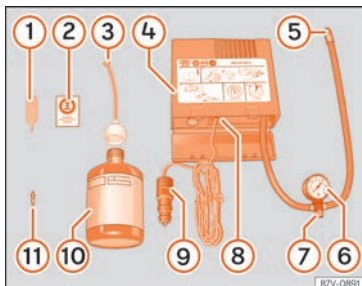

Fig. 84 Representación estándar: contenido del kit antipinchazos.
El kit antipinchazos se encuentra en el compartimento del maletero bajo el revestimiento del suelo. Incluye los siguientes componentes » **fig. 84:**
» **fig. 84** ⑤ y compruebe la presión en el manómetro ⑥).